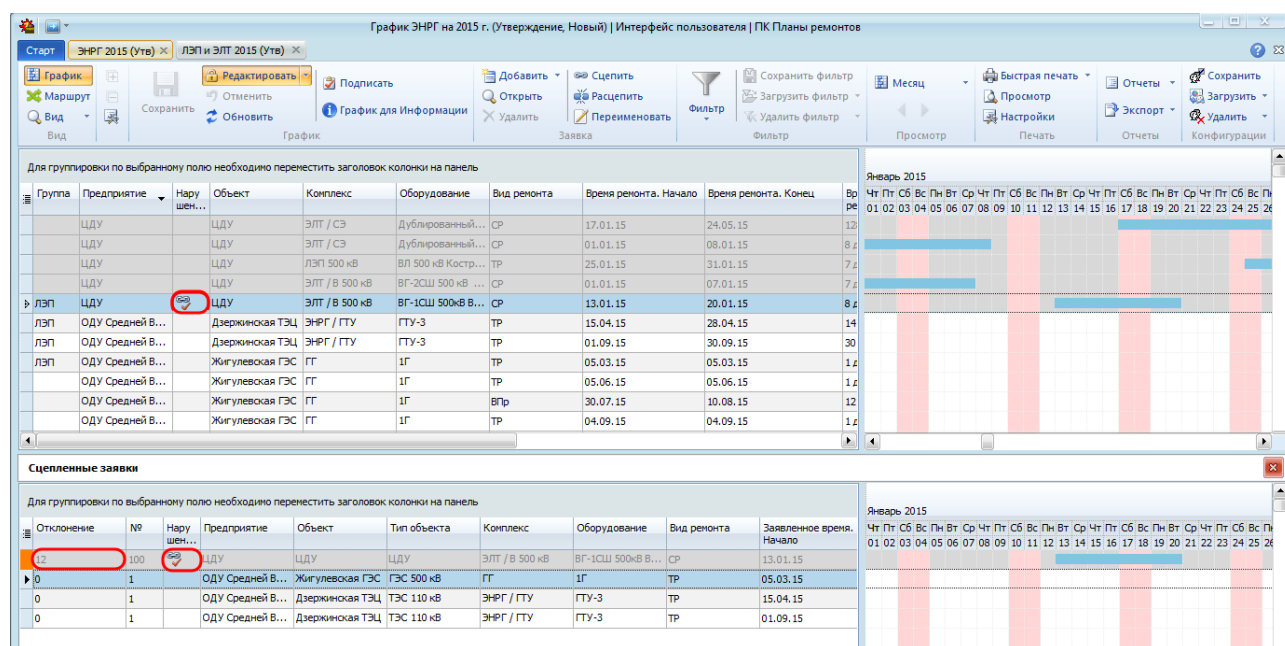

Рисунок 10.131 – Отображение нарушений сцепленных заявок
При изменении значения поля «Время ремонта. Начало» любой заявки группы заявок, принадлежащих графикам разных типов, время ремонта сцепленных заявок не меняется автоматически. При изменении начала времени ремонта в основной рабочей области и в области параллельного просмотра у заявки из графика другого типа в столбце «Нарушение сцепленности» появляется пиктограмма «», а в столбце «Отклонение» области параллельного просмотра отображается число дней временного сдвига между ремонтами (Рисунок 10.131).
- при включенном режиме «Сцепленные заявки» для заявок группы, для которой установлено нарушение связи «Сцепленные», в основной рабочей области и в области параллельного просмотра в столбце «Нарушение сцепленности» отображается пиктограмма «», а в столбце «Отклонение» области параллельного просмотра отображается число дней временного сдвига между ремонтами (Рисунок 10.131).